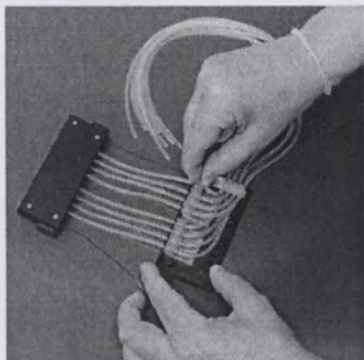

Рисунок 5-37. Установка на место креплений трубок
9. Поставьте крепление каждой трубки в паз на пластмассовом смотровом окне (рисунок 5-37).